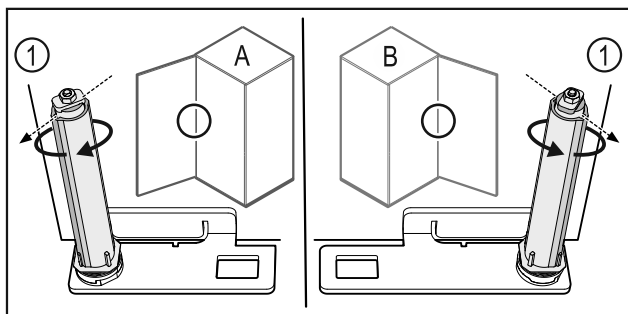

Fig. 56 Ľavý doraz (A)/pravý doraz (B)
- Otáčajte systém zatvárania proti odporu, kým nebude mostík systému zatvárania Fig. 56 (1) ukazovať von.